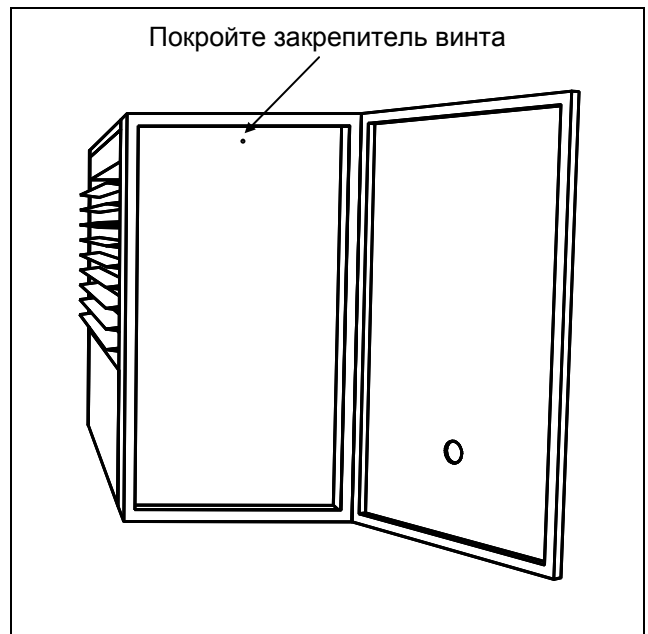

Рис. 11
- Ослабьте винт, который защищает крышку (смотрите Рис. 11).